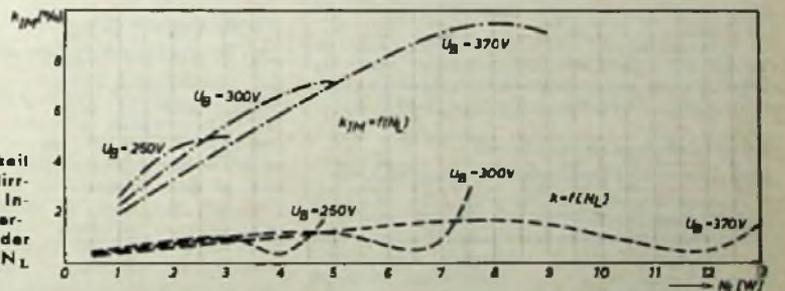

Abb. 12. Abhängigkeit des harmonischen Klirrfaktors k und der Intermodulationsverzerrungen k_{IM} von der Ausgangsleistung N_L
Klirrfaktors ausreicht. Hier wurden jedoch beide Größen gemessen, da bei Leistungsverstärkern die oben erwähnten Voraussetzungen nicht sicher erfüllt sind. Klirrfaktor k und Intermodulationsfaktor k_{IM} sind in Abb. 12 für alle drei Betriebsspannungen dargestellt. Der harmonische Klirrfaktor, der hier für 1 kHz angegeben ist, ändert sich an den Grenzen des Übertragungsbereiches (10 kHz als höchste zu analysierende Frequenz) nur unwesentlich und steht damit im Gegensatz zu der üblichen Gegentaktschaltung, wo bei tiefen Frequenzen die Verzerrungen durch die Nichtlinearität des Eisens erheblich erhöht werden (10), während bei hohen Frequenzen Unsymmetrien in den Streuinduktivitäten und Wick-